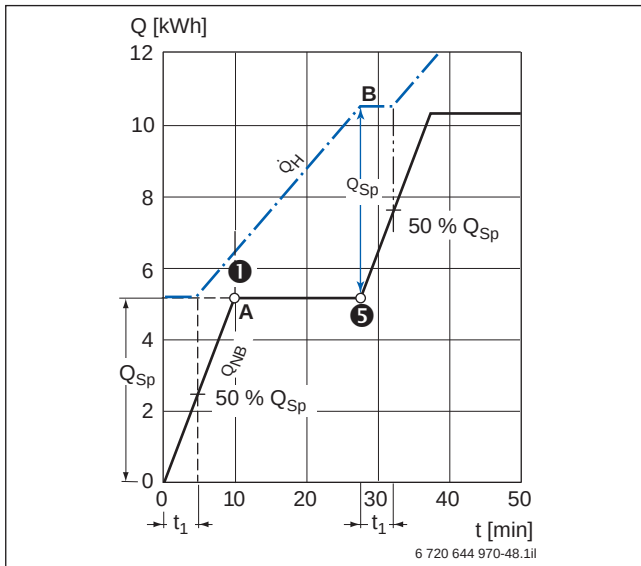

Bild 56 Ermittlung der theoretischen Speicherkapazität bei gegebener Wärmeleistung
Mindestforderung ist dabei, dass der Speicher zu Beginn eines Spitzenbedarfs vollständig durchgeladen zur Verfügung steht. Im ungünstigsten Fall kann der Speicher fast bis auf die Positionslinie des Temperaturfühlers entleert sein. Die Totzeit t_1 ist dann zwar sehr kurz, aber es sind auch nur ca. noch 50 % der Speicherkapazität verfügbar (→ Bild 56, Seite 81). Das ist der Grund, warum zur Bedarfsdeckung im Einfamilienhaus Speichergrößen bis zu 200 Liter standardmäßig verwendet werden.
Da der kurzzeitige Spitzenbedarf vollständig zu bevorraten ist, sind komplexe Bedarfsprofile über längere Zeiträume das eigentliche Anwendungsgebiet des Wärmeschaubildes. Zu berücksichtigen ist auch die Totzeit Speicher t_1 (→ Bild 56, Seite 81). Die Totzeit Kessel t_2 hat durch die ständige Temperaturbereitschaft in der Heizperiode meist keine Bedeutung.
Ausgehend von dem Bedarfsfall des Wannenbades (→ „Grafische Darstellung im Wärmeschaubild“, Seite 76) und der Notwendigkeit der vollständigen Bevorratung lässt sich das Wärmeschaubild (→ Bild 56, Seite 81) entwickeln. Daraus ist zu entnehmen, dass der Speicher rund 28 Minuten nach Zapfbeginn ⑤ wieder mit seiner vollen Kapazität zur Verfügung steht. Es können somit in diesen Zeitintervallen die gleichen Bedarfe beliebig häufig wiederholt werden. Sie benötigen allerdings jeweils die volle Kesselleistung.
Zum Zeitpunkt A (→ Bild 56) besteht eine positive Speicherkapazität, wobei aber nicht erkennbar ist, ob sie auch von brauchbarer Temperatur ist.
Bei 100 Liter Volumen ist der Speicher nach 10 Minuten vollständig entladen. Das nun austretende Warmwasser hat die Temperatur 30 °C, falls die Wärmeleistung sofort zu Beginn der Zapfung verfügbar war. Sie ist entsprechend niedriger, wenn eine Totzeit t_1 wirksam ist (→ Bild 56).
Die positive Kapazität von ca. 1,2 kWh zum Zeitpunkt A (→ Bild 56) entspricht einer Temperaturerhöhung um $\Delta\vartheta_{WW} = 10\text{ K}$ und damit einer Zapftemperatur $\vartheta_{WW} = 20\text{ °C}$. Im vorliegenden Fall ist das ohne Nachteil, da nach der Spitzenentnahme kein Bedarf vorliegt und der Speicher wieder geladen wird.
In allen anderen Fällen sollte der Speicher zu keinem Zeitpunkt unter die Minimalkapazität Q'_{Sp} absinken. In Anlehnung an die Grundformel 65 (→ Seite 156) sind das im betrachteten Fall (→ Bild 56):